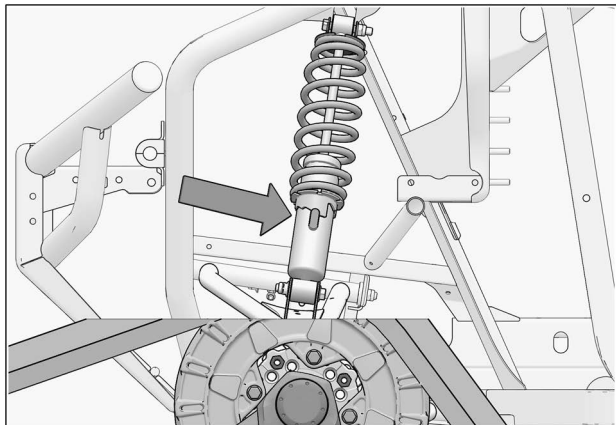

Fig. 39
1. Vérifier l'ajustement de la suspension; si les amortisseurs sont réglables, ils doivent être réglés au niveau le plus ferme pour permettre un maximum de dégagement entre les systèmes et les ailes du véhicule. Voir la Fig. 39